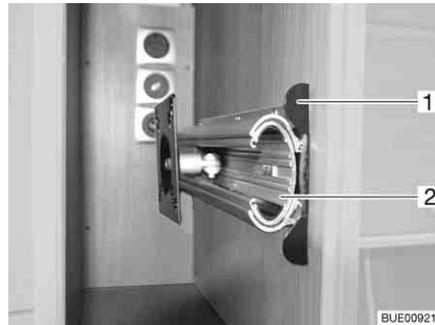

Fig. 88 Soporte en el armario de TV
- Hundir el listón de desbloqueo (Fig. 88,1).
- Extraer el dispositivo de extracción (Fig. 88,2) hasta el tope.
- Introducir el dispositivo de extracción (Fig. 88,2) hasta que engatille el listón de desbloqueo (Fig. 88,1).